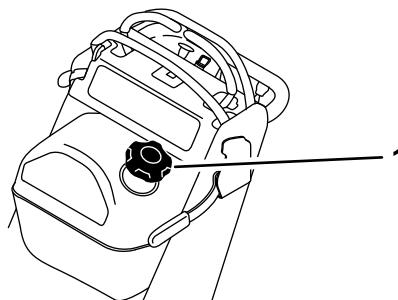

図 39
- 燃料タンク内部に異物が入るのを防止するため、燃料キャップの周囲をきれいに拭く図 39。
- サイホンポンプを使って燃料タンクから燃料を抜き出す図 39。